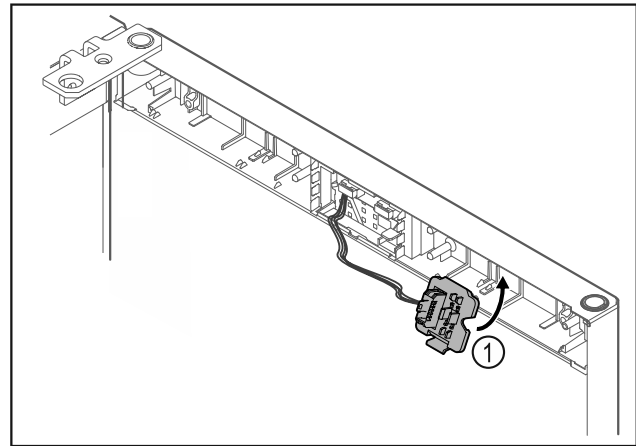

Fig. 17
- ▶ Zaklapněte držák zástrčky Fig. 17 (1) na protější straně.